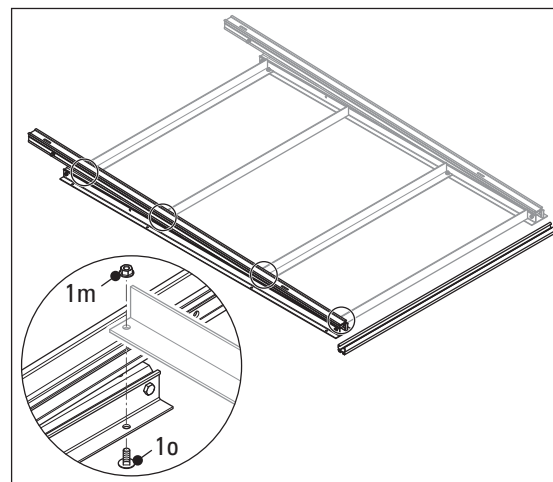

Bild 3-7 Zweites Grunddreieck mit Querstreben montieren
- Zweites Grunddreieck in der gewünschten Montageposition mithilfe der Montageprofilschiene an der freien Seite der Querstreben ausrichten (Bild 3-7).
- Jeweils auch hier nacheinander die Flachrundschrauben einführen und jeweils mit den Sechskantmutter mit Sperrverzahnung sichern (Lupe Bild 3-7).
Wird ein Flachdachgestell für mehr als zwei EKS26P-Flachkollektoren aufgebaut, dann zunächst nur den ersten Teil des Grundgestells bis einschließlich Schritt 7 (wie in Bild 3-7 abgebildet) für einen Flachkollektor montieren. Das Ergänzungspaket ist zwischen das Grundgestell zu montieren, da sich sonst die Position der Flachkollektoren auf dem Gestell verschiebt und nicht symmetrisch ist.